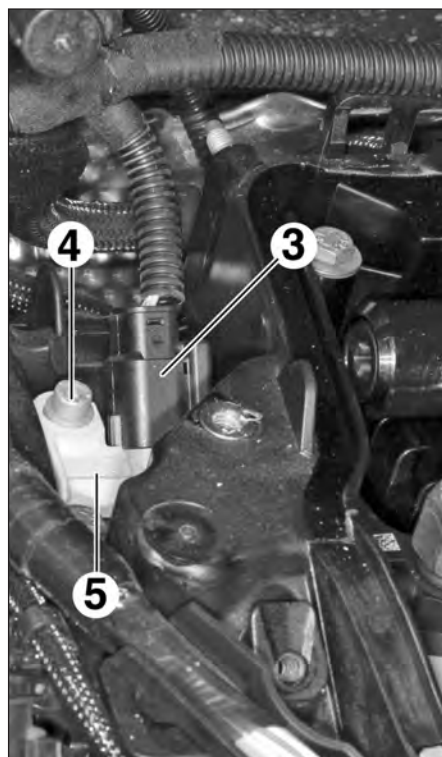
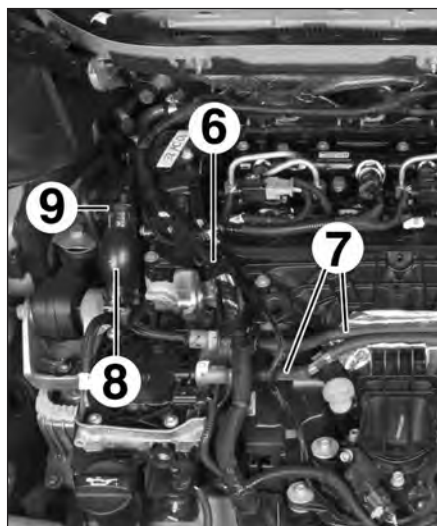

FIG.72
FIG.73
- Débrancher le connecteur (3) (Fig.72).
- la vis (4),
- le capteur de position d'arbre à cames (5).
- le faisceau électrique moteur (6) (Fig.73),
- les tuyaux d'alimentation basse pression de carburant (7).
- la pompe d'amorçage manuelle de carburant (8) et son support (9),